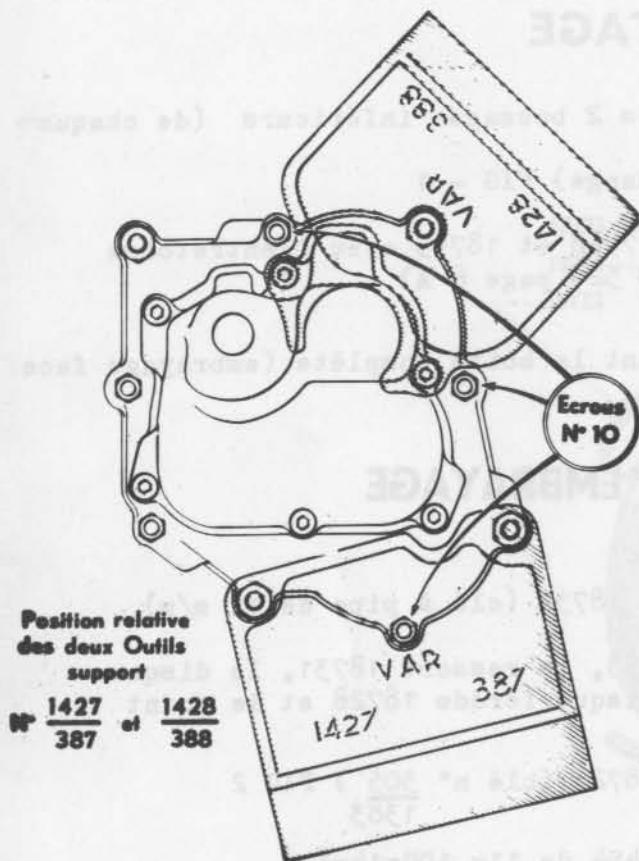

FIG.3
- Retirer les 6 vis ( tête 6 pans creux 5 m/m sur plats) n° 18743  $\phi$  6 x 100x 20 fix couvercle de boîte (clé MB - 1408) FIG.3 VAR - 95/5
Après avoir dévissé les 3 écrous n° 10(voir FIG. 3) (clé à pipe de 10 m/m)
- Fixer dans l'Etou (FIG.3) l'outil MB  $\frac{1428}{388}$  retirer l'outil MB  $\frac{1427}{VAR 387}$